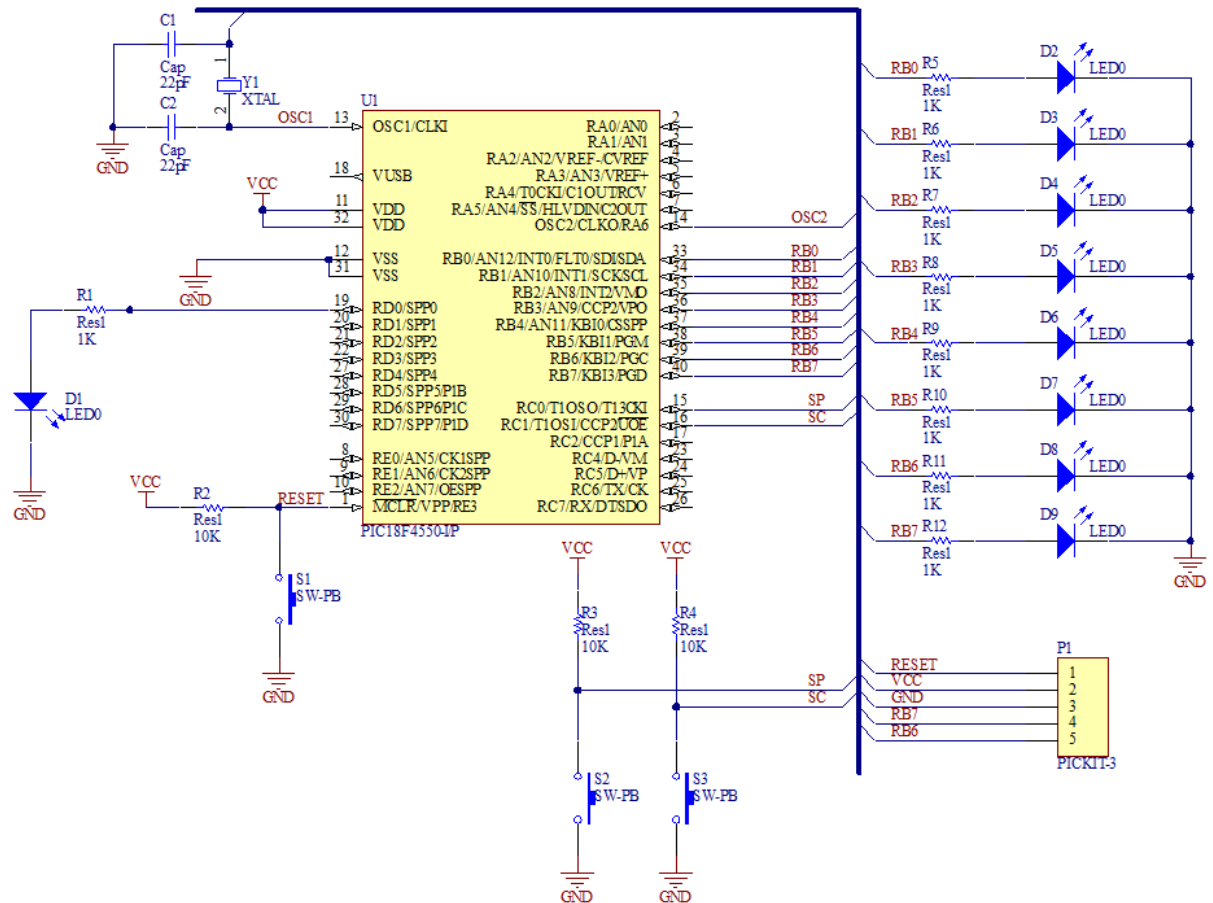

Figura 1.1: Circuito para manejo de E/S PIC18F4550
1. Implemente el circuito de la figura 1.1 en un project board.